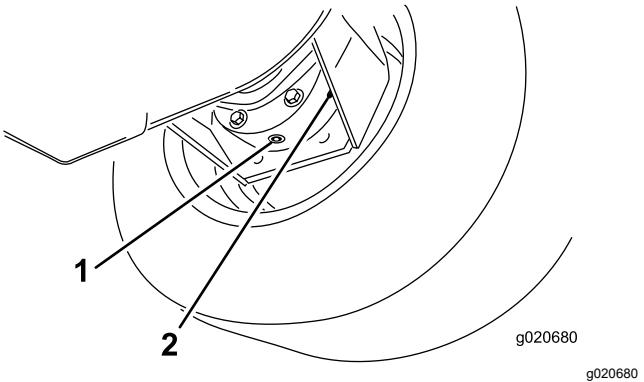

Bild 67
- Stellen Sie eine Auffangwanne unter das Bremsgehäuse, entfernen Sie die Ablassschraube und lassen das Öl ablaufen (Bild 67).